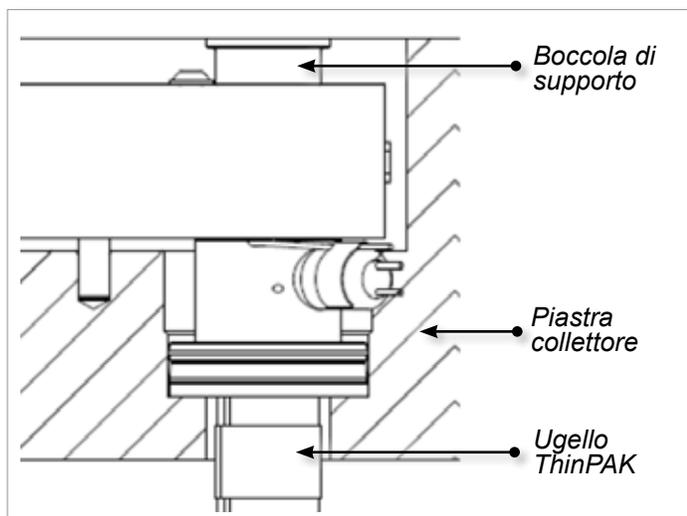

Figura 5-37 Boccola di supporto in sistema ThinPAK
3. Utilizzare una spina di centraggio per installare tutte le boccole di supporto nel collettore. Vedere la Figura 5-37.